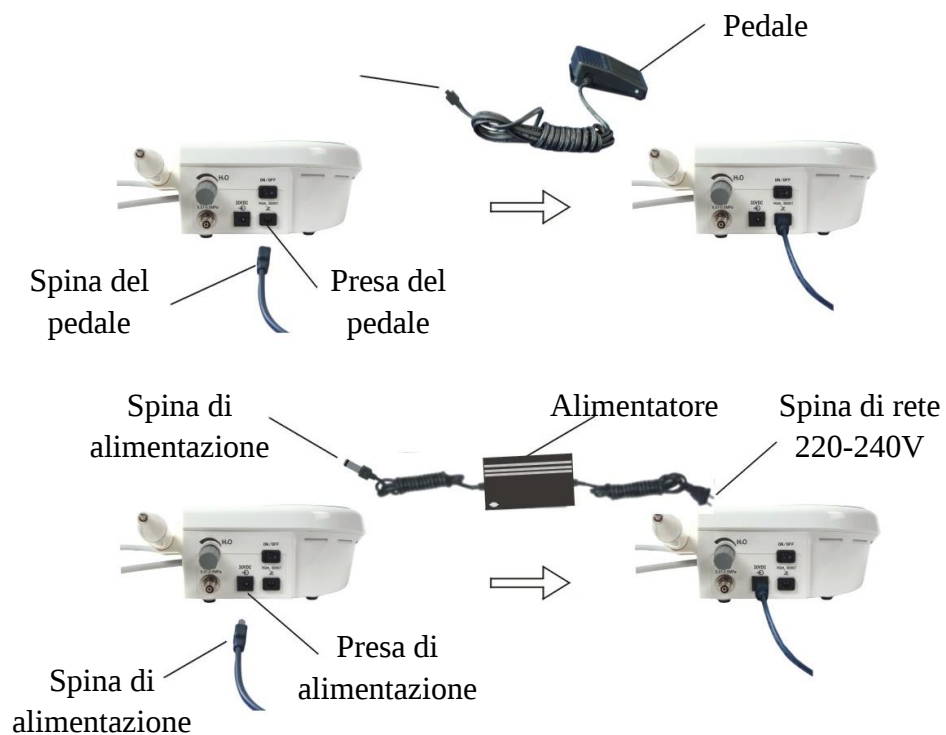

Figura 3 - Connessione del pedale e dell'alimentazione
- c) Inserire la spina del pedale nella presa corrispondente (Figura 3).
- f) Inserire la spina di alimentazione alla sua presa, quindi collegare l'alimentatore alla rete elettrica (Figura 3).